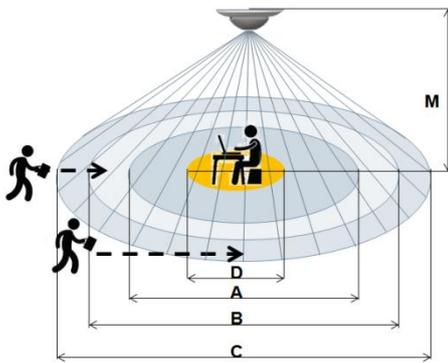

Bild 9 / figure 9
• Bereich: siehe Bild 9 / Tabelle 1